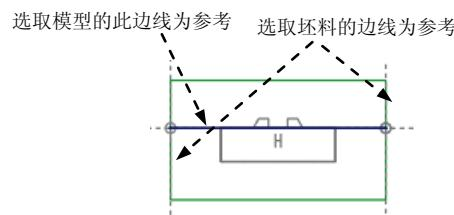

图 18.9 截面草图
(3) 进入草绘环境后, 选取图 18.9 所示的坯料边线和模型边线为草绘参考, 然后绘制截面草图 (草图为一条直线), 如图 18.9 所示。完成特征截面的绘制后, 单击“草绘”操控板中的“确定”按钮 。